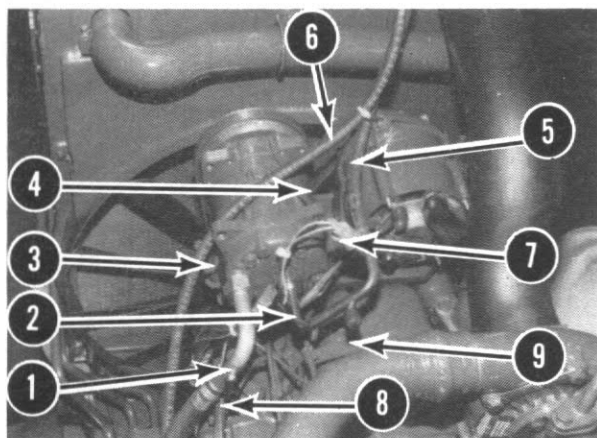

FIGURE 33
- Montez la rampe distributrice à manomètres sur l'aspiration et la décharge (8 et 9) Fig. 33.